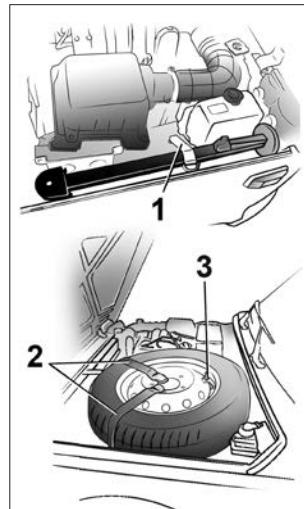

Рис. 45. Укладка и крепление домкрата и запасного колеса
- уложите домкрат и запасное колесо, как показано на рис. 45, и закрепите их эластичными ремнями 1 и 2.